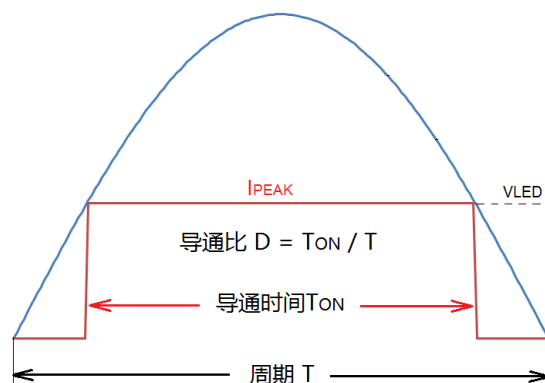

图 2、LED 导通示意图
参考图 2，MT7603 根据母线电压的正弦波变化自动导通 LED 灯串。当母线电压上升，达到 LED 导通电压 V_{LED} 时，LED 灯串点亮。此后，LED 灯串电压保持不变，母线电压继续升高，多余的压降由外部高压功率管承担；如果母线电压下降，则过程相反。由此可知，设定过高的 LED 电压会使得 LED 利用率低，而设置过低又会降低效率。一般建议在 120VAC 应用场合选择 120V 左右的高压 LED 串；在 220VAC 的场合选择 250V 左右的高压 LED 串。具体可根据实际需求进行调整。
由图 2 可知，MT7603 实际控制的是 LED 导通时的峰值电流。
- 1) 输入整流桥后，没有较大的电解电容。则桥后电压如图 2 所示，有波峰和波谷。在波谷处母线电压低于 LED 导通电压，输出电流为零。当母线电压高于 LED 灯串电压时，输出电流为 I_{PEAK} 。由于输出电流不连续，在实际应用中我们得到的是 LED 灯串的平均电流， I_{LED} ：